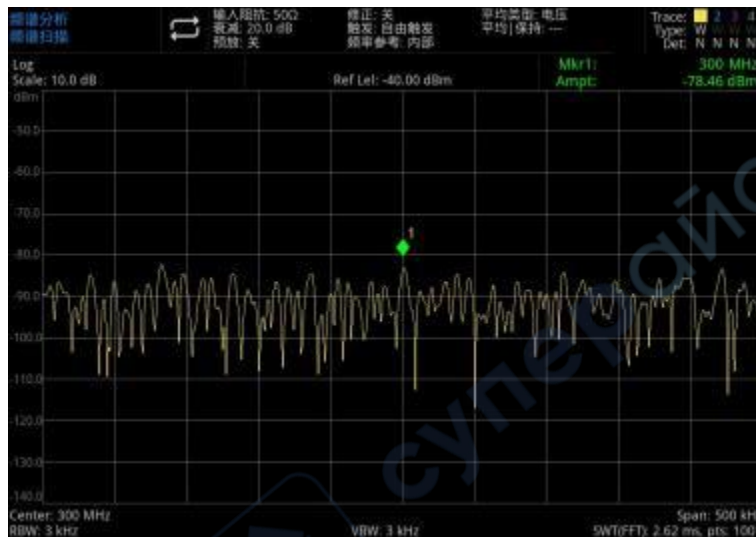

图 3-11：接近底噪的信号
- 5 将扫宽减小到 500kHz（如图 3-11 所示）；